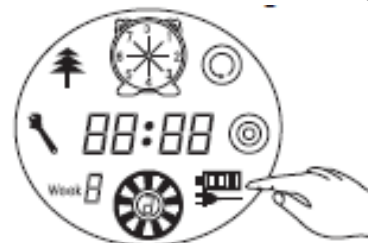
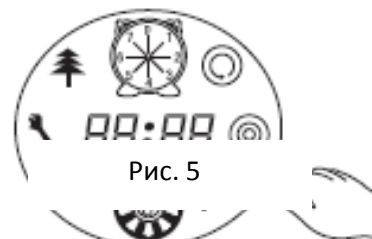

Рис. 4
Figure 5
6. Когда заряд батареи очень низкий, первая палочка значка зарядки будет мигать, когда будут мигать вторая и третья палочка, это будет свидетельствовать о том, что она заряжается, мигание прекратится, когда батарея будет полностью заряжена. (См. рис. 4 и рис. 5)